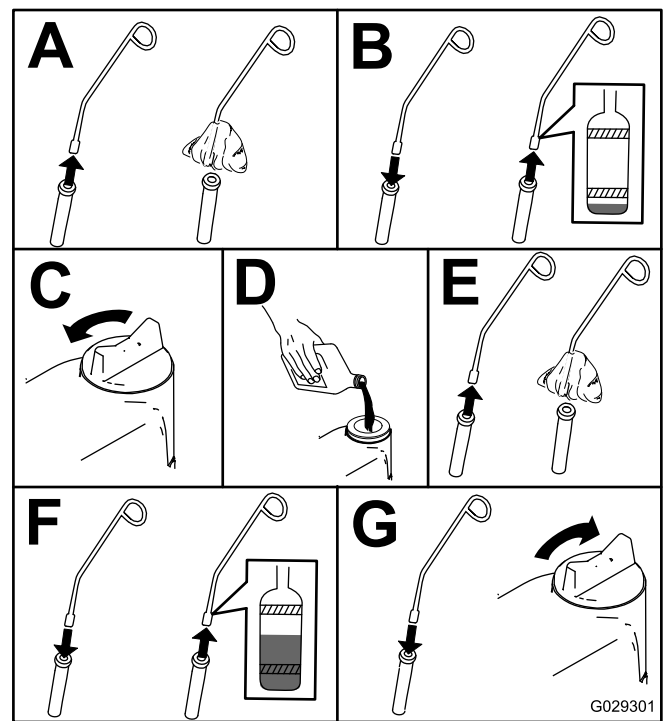

Figura 42
3. Compruebe el nivel de aceite del motor, según se muestra en Figura 42.